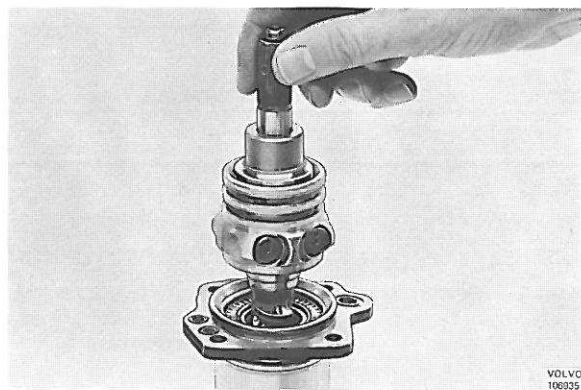

Figure 99. Démontage du piston
6. Redressez le piston et dévissez la vis sans fin de direction, figure 99. Travaillez avec précaution afin d'éviter d'endommager les 23 billes qui tombent. Enlevez le couvercle (37), le roulement à aiguilles (43) et la rondelle de palier (42). Enlevez le joint (41) et le joint torique (40), les cales de réglage (39) et les joints toriques du couvercle.